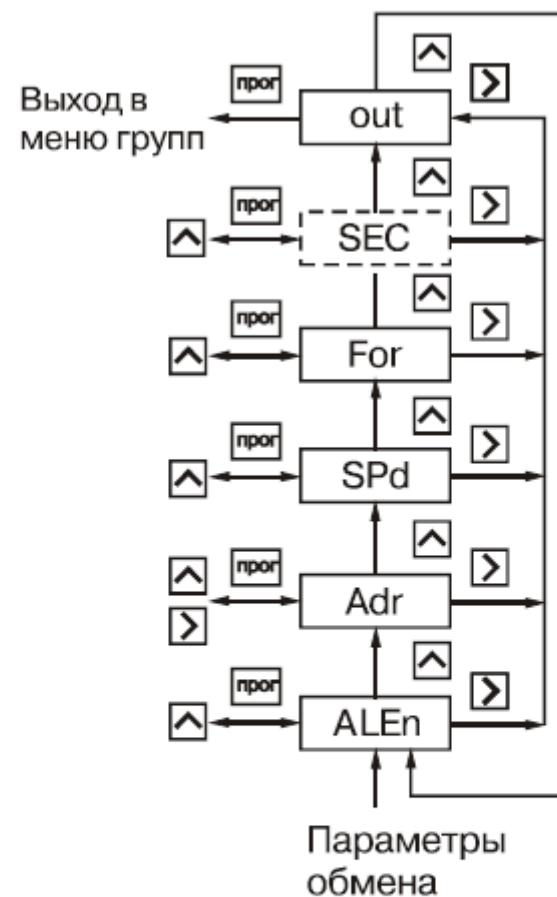

Рис. 27
6.1.10. Группа "GrouP_E" (рис. 27) предназначена для задания адреса прибора в сети **Adr**, его разрядности **ALen**, скорости обмена **SPd** и формата посылки **For** при наличии в приборе интерфейса связи RS-485.